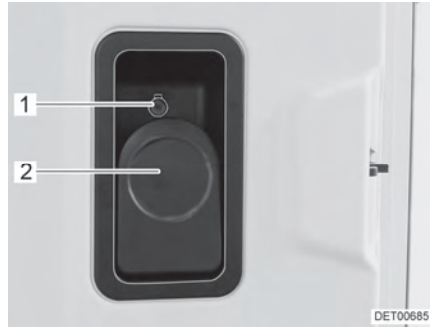

Fig. 32 Cerradura de la puerta
- Tirar de la palanca (Fig. 32,2).
- Hundir el botón de seguridad (Fig. 32,1).